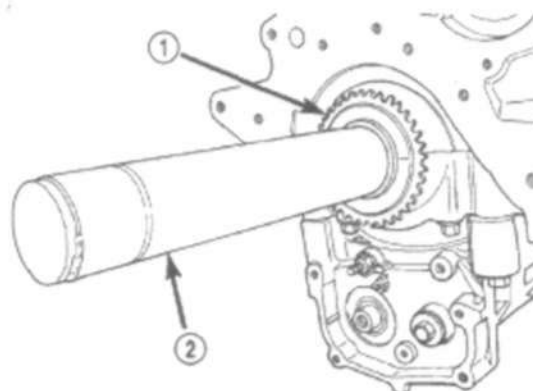

Рис. 119 Привод балансировочного вала
- (5) Установить ведущую звездочку балансировочного вала на коленвал при помощи спец. приспособления 6052 (Рис. 119).